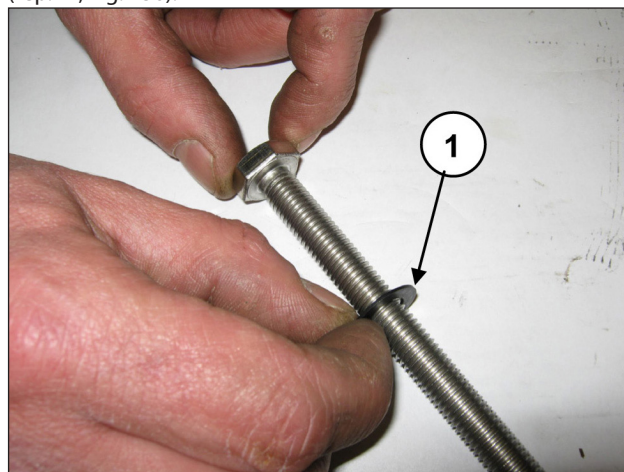

Fig. 136
Insérer la rondelle Ø10x18x0,9 dans la vis de fixation du piston (rep. ①, Fig. 136).